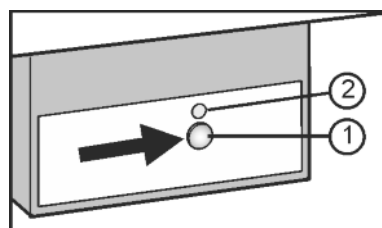

Fig. 9
- ▶ Pritisnite tipko On/Off Fig. 9 (1), da LED Fig. 9 (2) sveti.